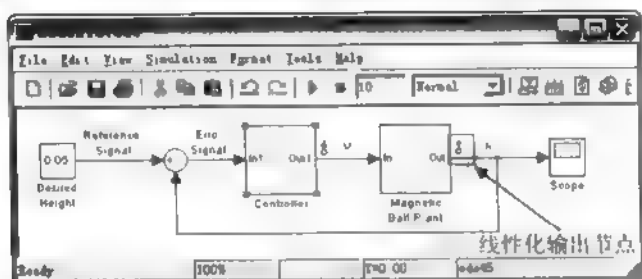

图 15.7 添加输出节点的 Simulink 模型
(3) 在 Magnetic Ball Plant 子系统后的信号线上右击, 在弹出的菜单中选择 Linearation | Output Point 命令, 就会出现一个相应的标志, 如图 15.7 所示。